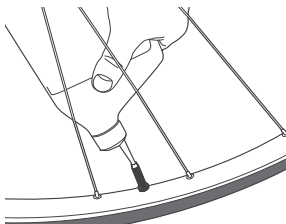

Figura 6. Vierta el producto de sellado por la válvula
5. Vierta el producto de sellado por la válvula (Figura 6). Consulte la cantidad recomendada indicada en el recipiente.